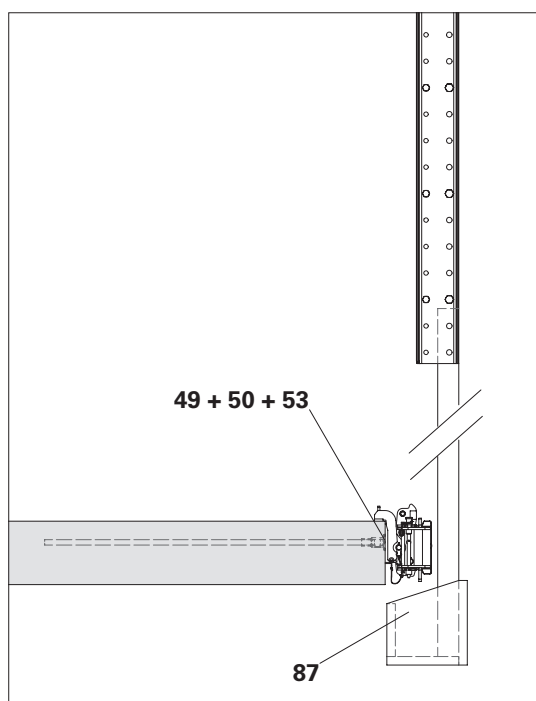

Fig. B4.04
⇒ Fissare una cassetta di contenimento (87) all'unità di ripresa. (Fig. B4.04)